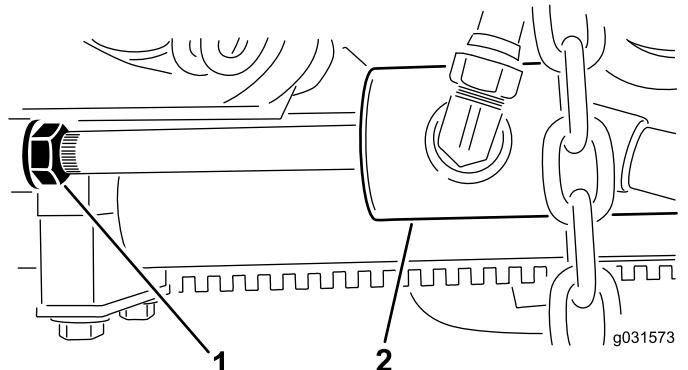

Figura 13
- Allentate il controdado sul cilindro (Figura 13).